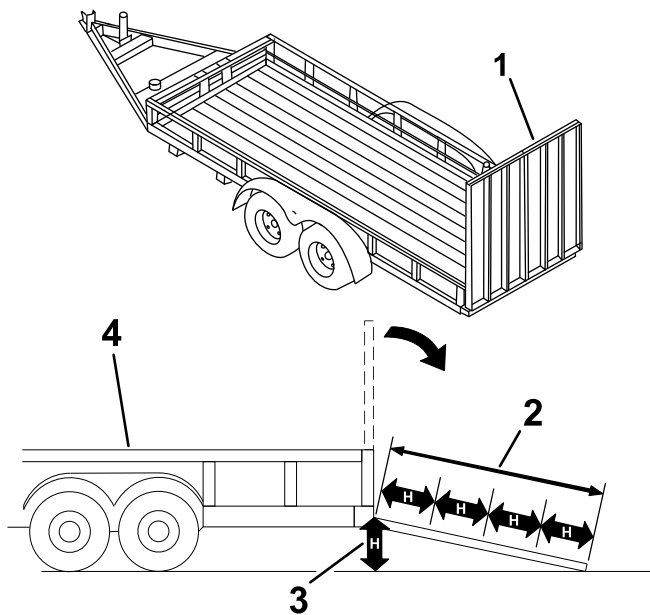

Figure 25
Le chargement d'une machine sur une remorque ou un camion augmente les risques de renversement et peut provoquer des blessures graves voire mortelles (Figure 25).
3. Abaissez la rampe (Figure 25).